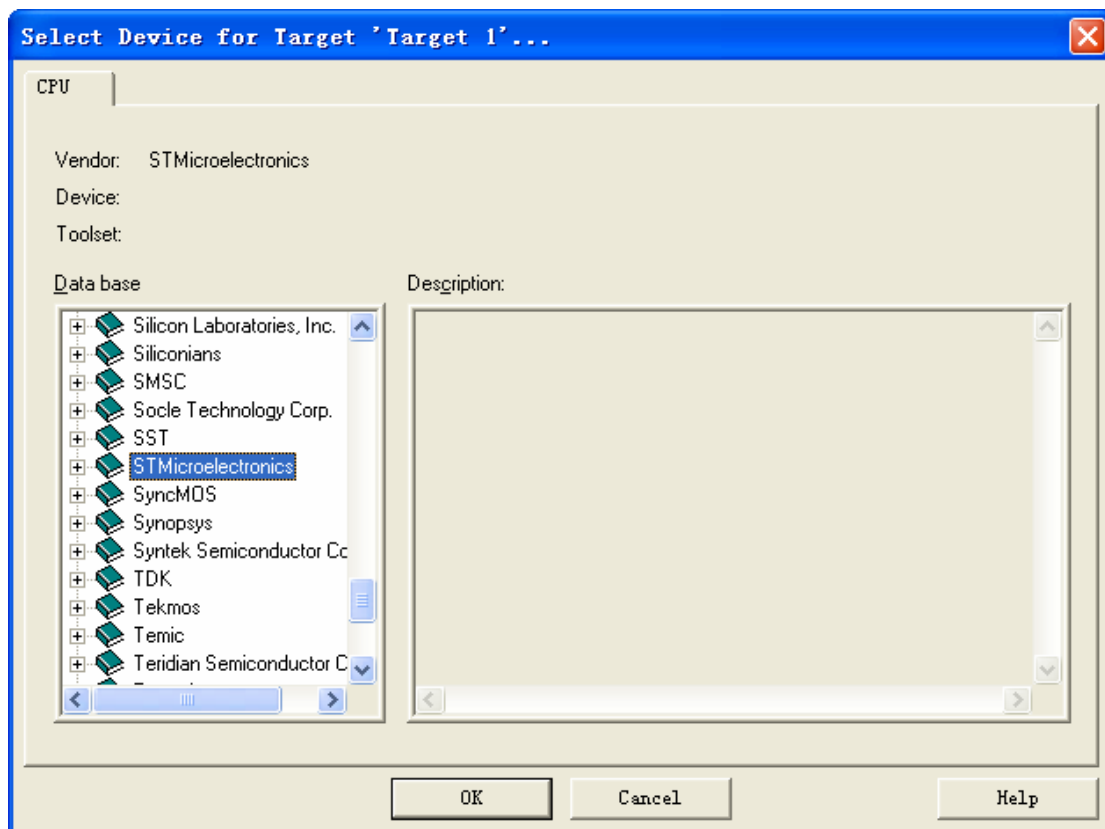

图 4-12 选择 STM32 处理器芯片
3. 接下来的窗口是让我们选择公司跟芯片的型号，因为我们用的芯片是 ST 公司的 STM32F103C8T6，有 20K SRAM, 64K Flash，属于高集成度的芯片。按如下选择即可如图 4-12、4-13。